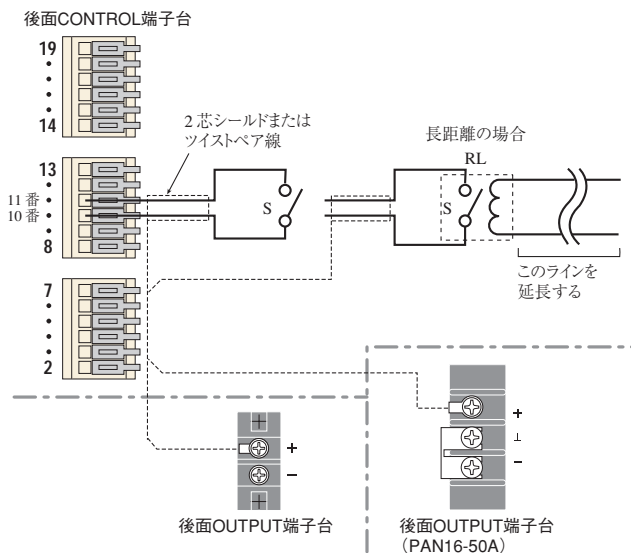

図 4-16 出力の ON/OFF コントロールの接続
3. コントロール端子の 10 番と 11 番間に接点 S (スイッチ) を図 4-16 のように接続します。